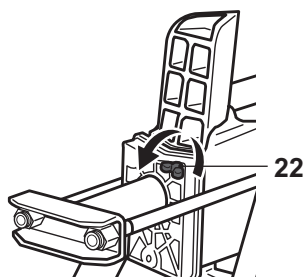

Fig. 4
- > Desserrez la vis d'aération [22] de 3 tours dans le sens contraire des aiguilles d'une montre avant de démarrer l'appareil (Fig. 4).